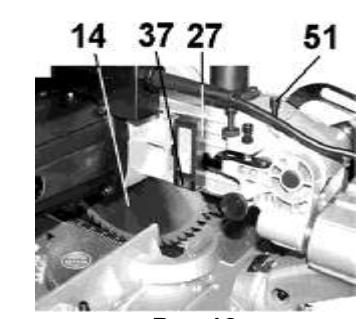

Рис.12
Возвратная пружина (49), Рис.11, служит для автоматического подъема пильного диска (14) после пиления, Рис.12. Жесткость возвратной пружины (49) регулируется винтом (51), Рис.12.
10.6.1. На вашей пиле установлен лазерный указатель (15), Рис.12. Для включения и выключения луча служит переключатель (37), Рис.12.
10.6.5. Включите лазерный указатель (15) переключателем вкл./выкл. (37), Рис.12.